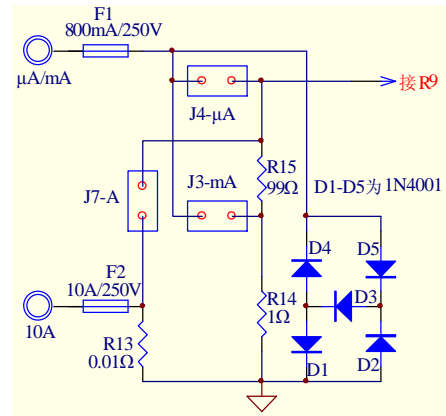

图14 电流测量电路（二）
- 13.13.4 图14之电流测量方法, 可采用自校准方法只校正 10A 档, 无需手动调校 $R13$ 。而 μA 及 mA 的测量精度则用 $R14$ 及 $R15$ 的电阻精度去保证。